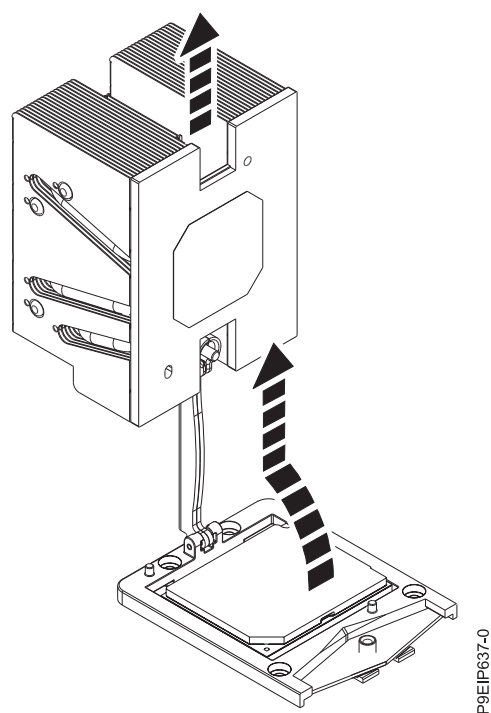

Figura 71. Levantando o dissipador de calor do braço de carregamento
6. Gire e levante para cima no dissipador de calor. O braço de carregamento gira para cima; gire o dissipador de calor e levante-o do braço de carregamento. Consulte o Figura 71.